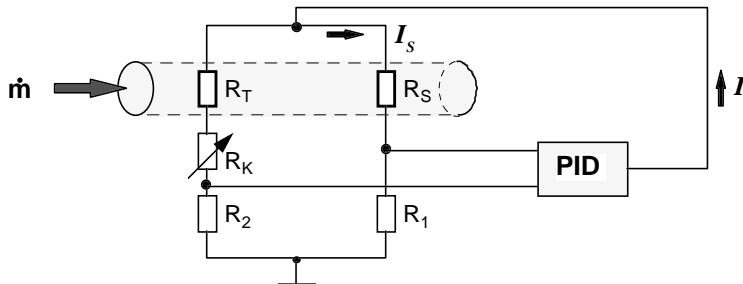

Figure 3: Schéma de fonctionnement du capteur thermique de débit
Dans un circuit en pont, on maintient constante la différence température entre la résistance chaude (R_s) et une sonde de température (R_t) placée devant celle-ci dans le flux du fluide (figure 3). Le courant de pont (I) nécessaire à cet effet est une mesure de la vitesse du gaz en écoulement.